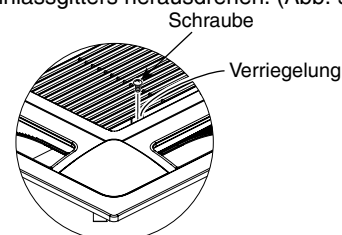

Abb. 9-18
- (1) Das Lufteinlassgitter und den Luftfilter von der Deckenverkleidung abnehmen.
- a) Die beiden Schrauben an der Verriegelung des Lufteinlassgitters herausdrehen. (Abb. 9-18)